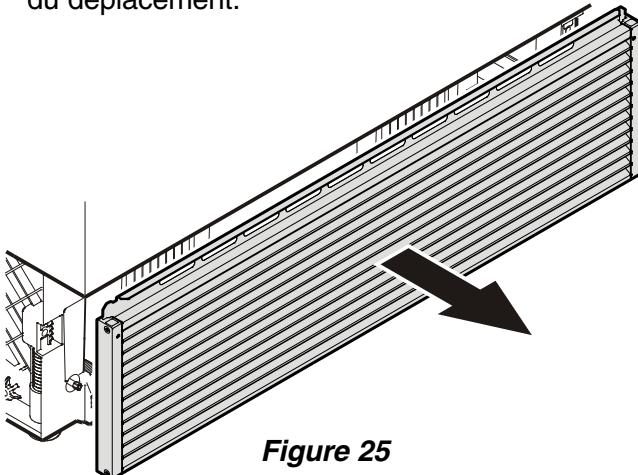

Figure 25
- Ouvrir le tiroir inférieur du congélateur et retirer la grille de ventilation en la tirant vers l'avant - **Figure 25**. La grille dispose d'une fixation magnétique et aucun outil n'est nécessaire lors du déplacement.